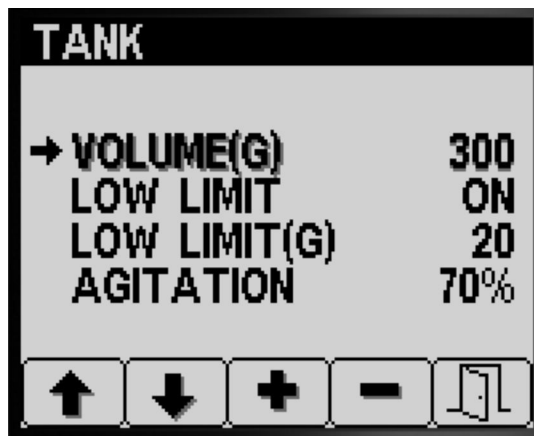

Рисунок 12
1. Нажмите кнопку 1 или 2, чтобы перейти к пункту TANK VOLUME (ОБЪЕМ В БАКЕ) (Рисунок 12).
2. Нажимайте кнопки 3 или 4, чтобы увеличить или уменьшить объем химиката в баке опрыскивателя (Рисунок 12).